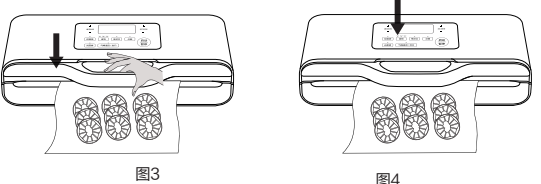

图3
- 紧握把手, 闭合上盖, 如图3;(注:无需按压上盖两侧至扣紧状态)